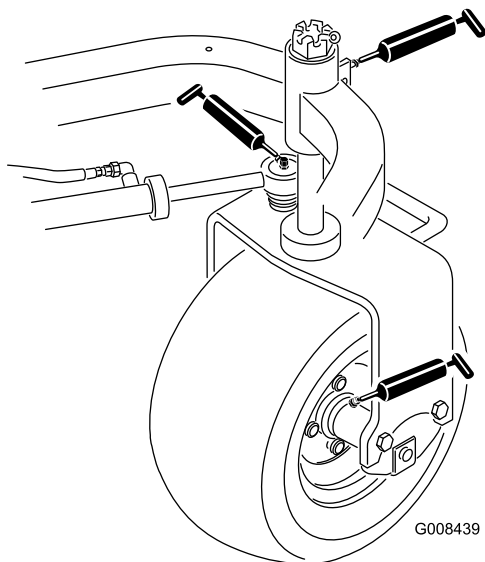

Figura 29
- Cubo da roda traseira (1) (Figura 29)
- Rolamento giratório (1) (Figura 29)
- Cilindro da direção (2) (Figura 29)